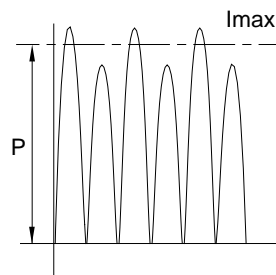

Bild 2
- unzulässige Einstellung Bild 2